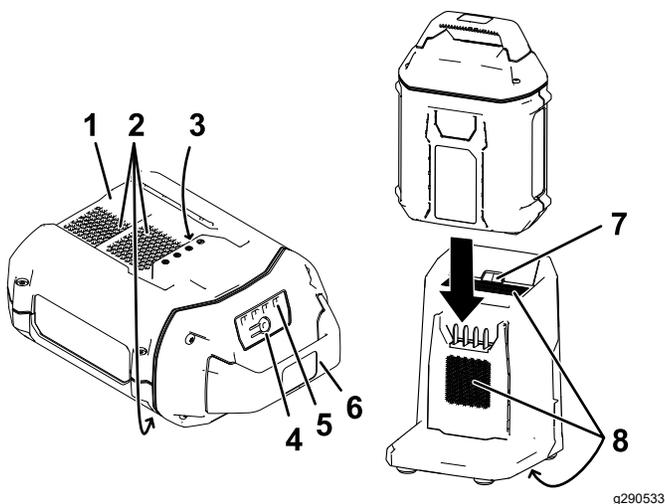

Figura 13
2. Allineate la cavità nel pacco batteria (Figura 13) con la linguetta sul caricabatterie.
3. Fate scorrere il pacco batteria nel caricabatteria fino a quando non è completamente in sede (Figura 13).